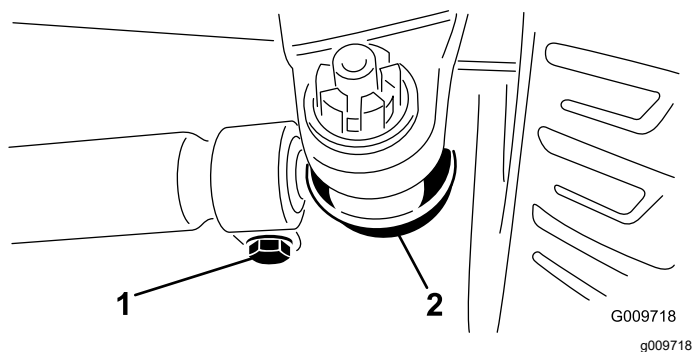

図 69
2. 調整が必要な場合は、タイロッドのボールジョイントのコッターピンとナットを外す 図 69。次に、タイロッドのボールジョイントをアクスルケースのサポートから外す。
3. タイロッド両側のクランプをゆるめる 図 69。